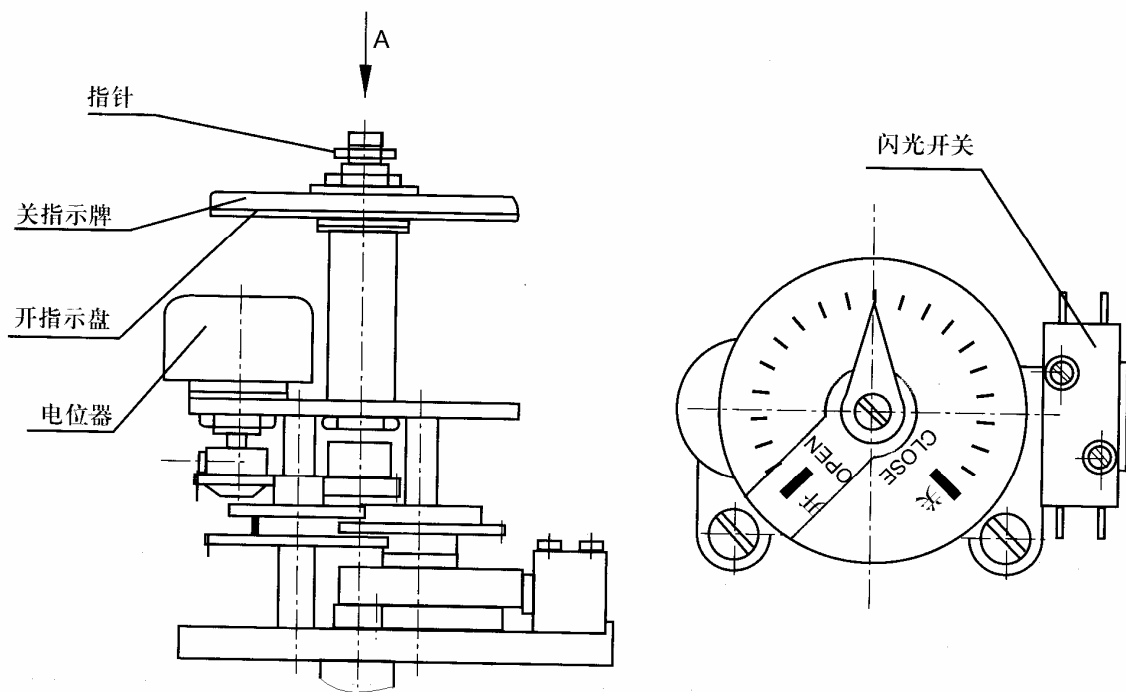
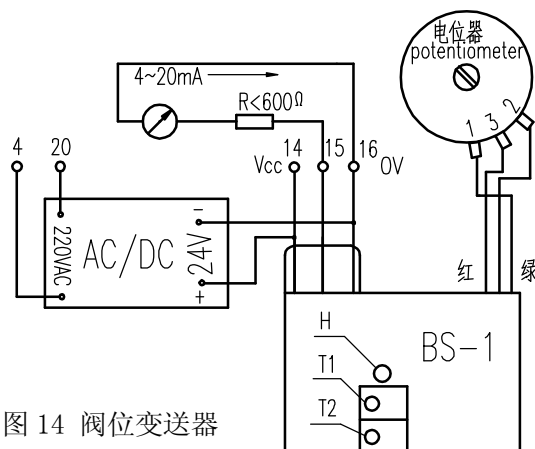

图 12 开度指示器
图 14 阀位变送器
2. 若使用 4~20mA 电流阀位信号变送器，则端子号 14、15、16 改为变送器引出线号；变送器分有源无源两种，有源即电动装置内部提供直流 24V 工作电源，无源则用户需在 14（+）、16（-）上提供直流 24V 电源，若有源，则端子板 14 号不接线（参见图 14）。
3. 开度机构的调整 开度机构结构见图 12，调整方法如下：
BS-1 阀位变送器其取样电位器选用高精度导电塑料电位器（独立线性度 $<1\%$ ，寿命 10×10^6 次）。安装位置为取代原电位器位置（见图 12 或 13）。图 14 中 4、20、14、15、16 为接线端子号，其中 15、16 为电流输出端，H 为指示灯，其亮度随输出电流的增大而变亮。调整方法如下：（以输出轴顺时针转动为关阀为例）使阀门处于全关位置，关方向旋转取样电位器转轴，使输出电流从大到小接近 4mA（导电塑料电位器无限位）调节 T1 微型电位器，直至输出电流精确为 4mA；打开阀门至全开位置，调节 T2，直至输出电流精确为 20mA。如果输出轴逆时针转动为关阀，则电位器的调节旋向应相反。需要注意，阀门从全关到全开，取样电位器转角必须保证在